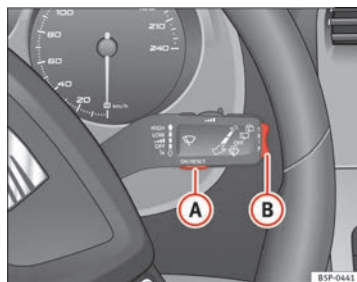
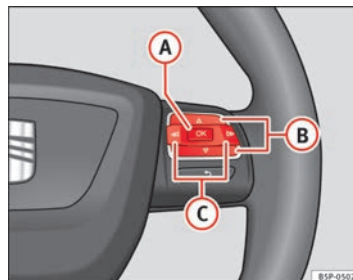

Fig. 45 Levier d'essuie-glace : la touche A sert à confirmer les options du menu et la commande à bascule B permet de changer de menu
Fig. 46 Commandes au volant : la touche A sert à confirmer les options du menu et la touche B permet de changer de menu
- Pour accéder au menu « Configuration », appuyez sur la touche **(C)** ⇒ **fig. 46** jusqu'à ce qu'il apparaisse à l'écran. Vous vous trouvez maintenant dans ce menu.
- Pour passer d'une mémoire à l'autre, appuyez brièvement sur la touche **A** ⇒ fig. 45 ⇒ page 71 du levier d'essuie-glace ou sur la touche **OK** du volant multifonction ⇒ fig. 46 ⇒ page 71 lorsque vous avez mis le contact.
Vous pouvez consulter sur l'indicateur multifonction les données suivantes en actionnant la commande à bascule **(B)** ⇒ **fig. 45** ⇒ page 71 du levier d'essuie-glace ou en appuyant sur la touche **(A)** ou **(V)** ⇒ **fig. 46** du volant multifonction*.
- Appuyez sur la touche **(▷)** ou **(◁)** du volant multifonction* ⇒ fig. 46 jusqu'à ce qu'apparaisse le menu **État du véhicule**.